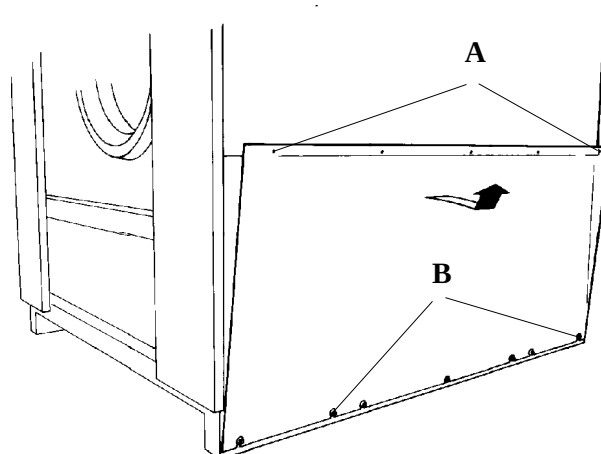

fig. 15
-Remove the screws **A** securing the side guards at the top and loosen the screws **B** holding the lower guard (*fig. 15*).
-Desmontar los tornillos **A** de fijación de la parte superior de las tapas laterales inferiores y aflojar los tornillos **B** de fijación de la parte inferior (*fig. 15*).
- Démonter les vis **A** de fixation en haut des carters latéraux inférieurs et desserrer les vis **B** de fixation en bas (*fig. 15*).